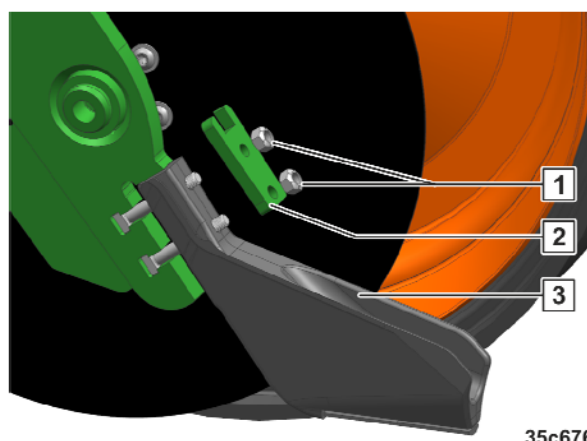

Fig. 316
11. Desserrer et retirer les vis (Fig. 316/1).
12. Démontér l'égalisateur (Fig. 316/2).
13. Démontér le sillonneur usé (Fig. 316/3).